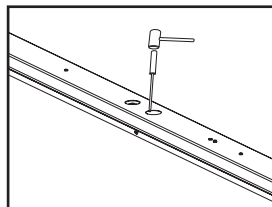

Fig. 2
4. Perforez les entrées défonçables nécessaires au câblage de l'alimentation électrique. (Figure 2)